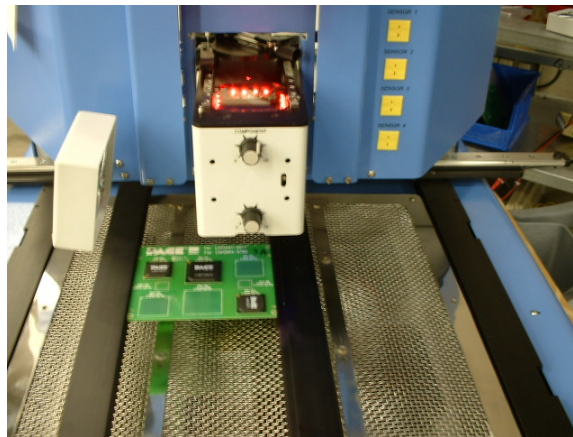

Figure 17
- vii. Cliquer avec la souris sur le bouton vert. (Figure 17)